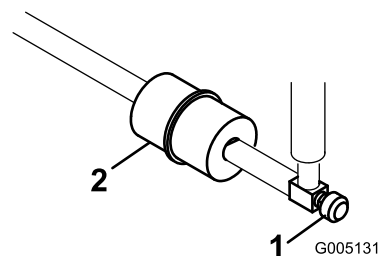

Figura 43
El filtro de combustible en línea se encuentra en el tubo de combustible, entre el depósito de combustible y el carburador (Figura 43).
- Cierre la válvula de cierre del combustible (Figura 43).
- Coloque un recipiente debajo del filtro, afloje la abrazadera en el lado del carburador del filtro y retire el tubo de combustible del filtro (Figura 43).
- Afloje la otra abrazadera y retire el filtro (Figura 43).